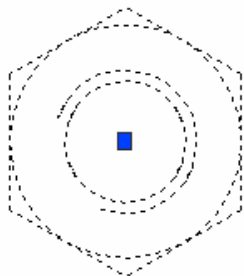

图 3-10
⑫ 选择绘图窗口中的六角螺母，此时六角螺母的线条变为虚线，并出现三角图标，图形效果如图 3-10 所示。